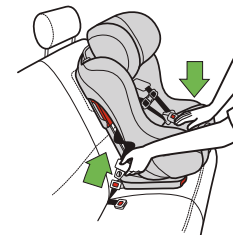

Figure 72
- Presser au centre du siège d'auto pour réduire la tension sur la ceinture du véhicule aidera à déBoucler la ceinture du véhicule, tel qu'illustré dans la **Figure 72**.